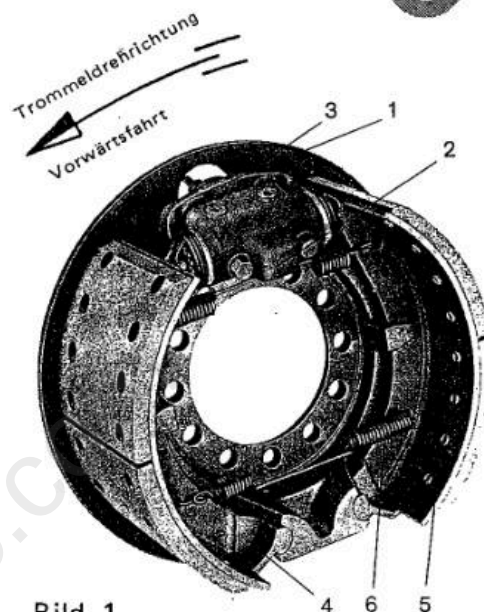
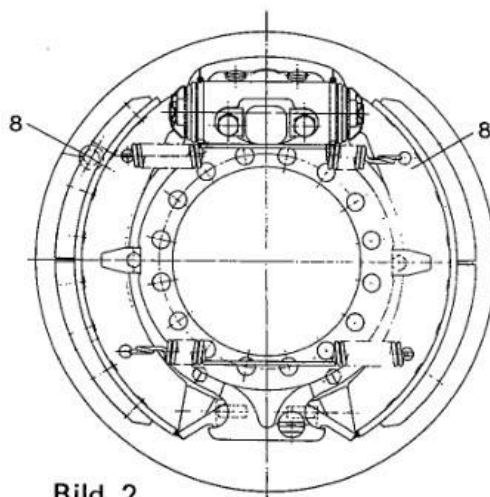
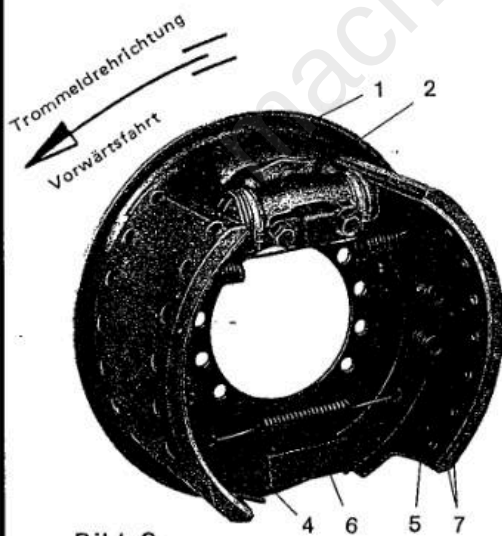

Bild 1
Bild 2
Bild 3
Die Simplex-Bremse (Bild 1 + 3) besteht aus einer auf der Bremsenträgerplatte (1) aufgeschraubten Spreizvorrichtung (2) sowie der Deckplatte (3) und den Bremsbacken (4 + 5), die kraftschlüssig mittels Federn (6 + 7) mit der Bremsenträgerplatte (1) und der Spreizvorrichtung verbunden sind.
Die Bremswirkung ist bei Vorwärts- und Rückwärtsfahrt nahezu gleich groß. Der Belagverschleiß wird über in der Deckplatte (3) angebrachte Schaulöcher (8 – Bild 2 + 4) kontrolliert. Hierbei hat, bedingt durch das Simplex-Prinzip, die Bremsbacke (4) bei bevorzugter Trommeldrehrichtung als Auflaufbacke einen größeren Bremsbelagverschleiß als die ablaufende Bremsbacke (5). Die Bremsbacken (4 + 5) sind als Drehbacken (Bild 1 + 2) oder als Gleitbacken (Bild 3 + 4) ausgebildet.